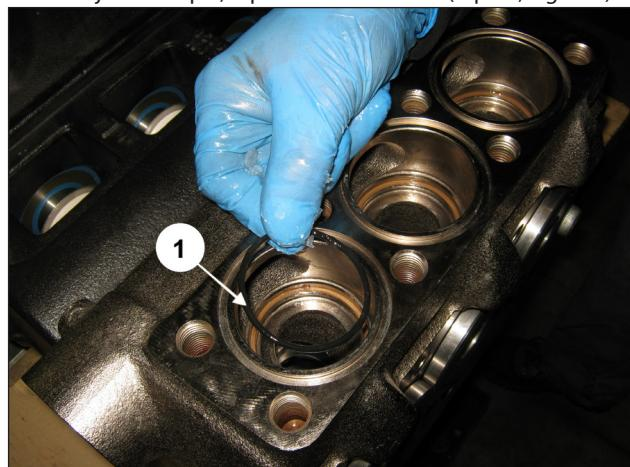

Fig. 143
Placer le joint torique, rep. vue éclatée n° 22 (rep. ①, Fig. 143).